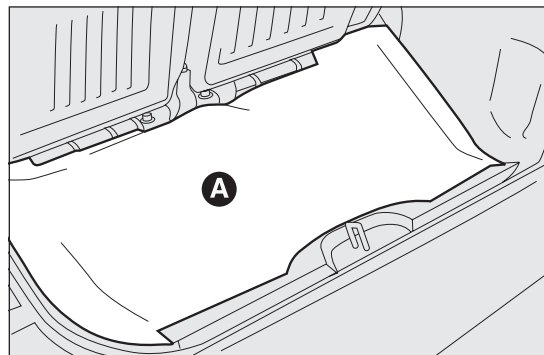

Abb. 96
- ☐ Den Bodenbelag A des Gepäckraums anheben Abb. 96